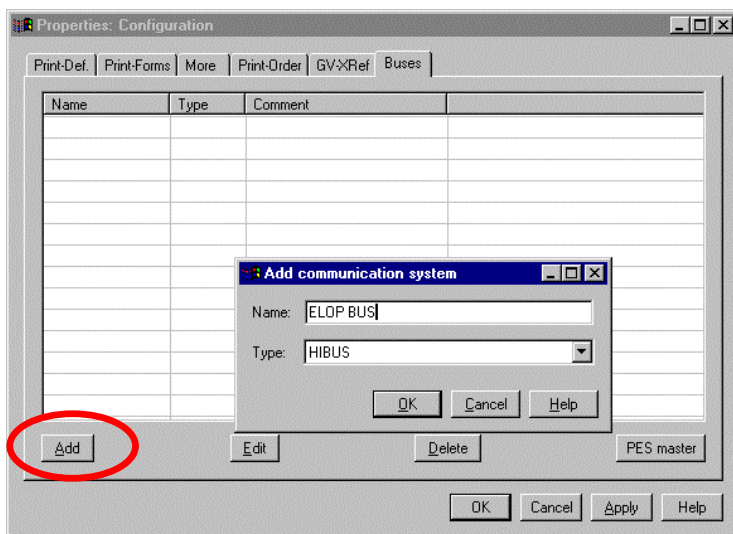

Рис. 84 Добавление шины
- ☐ В списке, показанном на Рис. 84, выделите только что созданную шину и щелкните на **Edit (Редактировать)**.